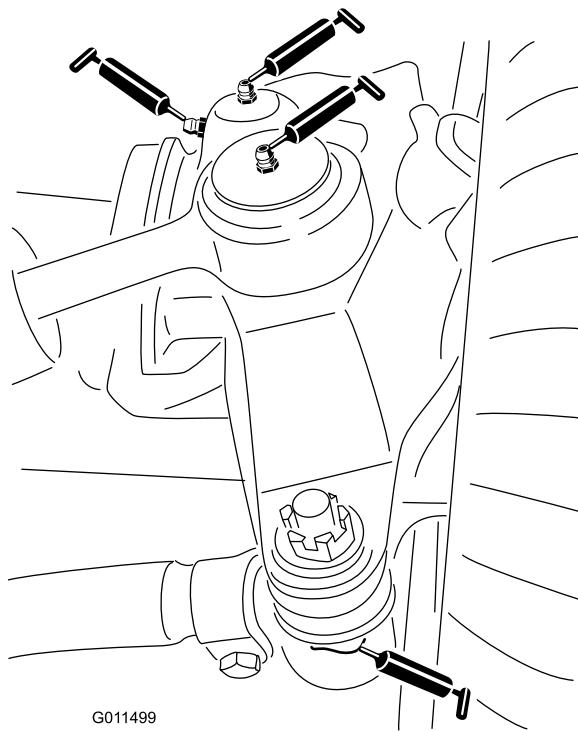

Figura 36
- Duas rótulas esféricas do cilindro da direção (Figura 36)
- Duas rótulas esféricas da barra de ligação (Figura 36)
- Dois casquilhos do pino principal (Figura 36).